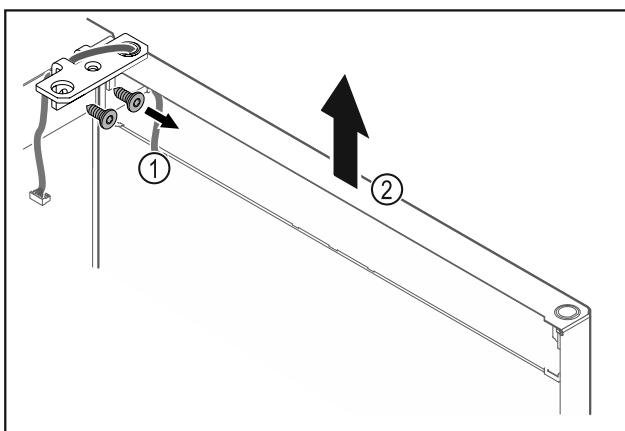

Fig. 22
- Lironi vidat e profilit të menteshës Fig. 22 (1).
- Ngrini drejt lart derën së bashku me profilin e menteshës Fig. 22 (2) rreth 200 mm dhe hiqeni.